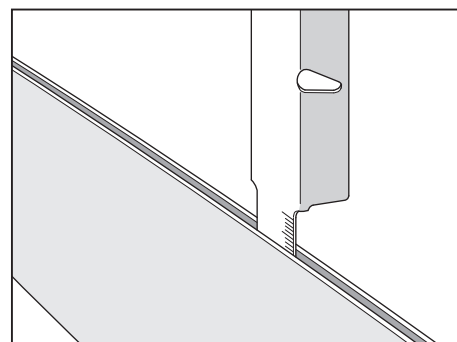

Fig. 15
- Misurare la profondità della scanalatura della barra (vedi fig. 15).